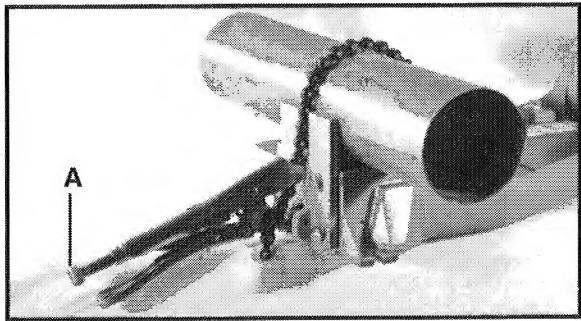

Fig. 11
3. Pase la cadena de sujeción sobre la pieza de trabajo y a través de la muesca que está en el tope-guía estacionario de la manera que se muestra en la Fig. 11.
6. Apriete las palancas superior e inferior de la abrazadera hasta juntarlas para sujetar en la posición adecuada el material que se va a cortar, de la manera que se muestra en la Fig. 11.
**NOTA:** La tensión de sujeción puede regularse girando el tornillo de ajuste (A), Fig. 11, que sobresale del extremo de la palanca superior de la abrazadera de agarre del tornillo de carpintero.